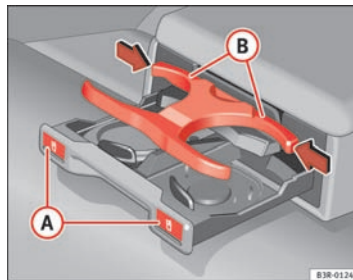

Fig. 132 Porte-gobelets dans l'accoudoir arrière
- Appuyez sur le symbole  (A) ⇒ fig. 132.